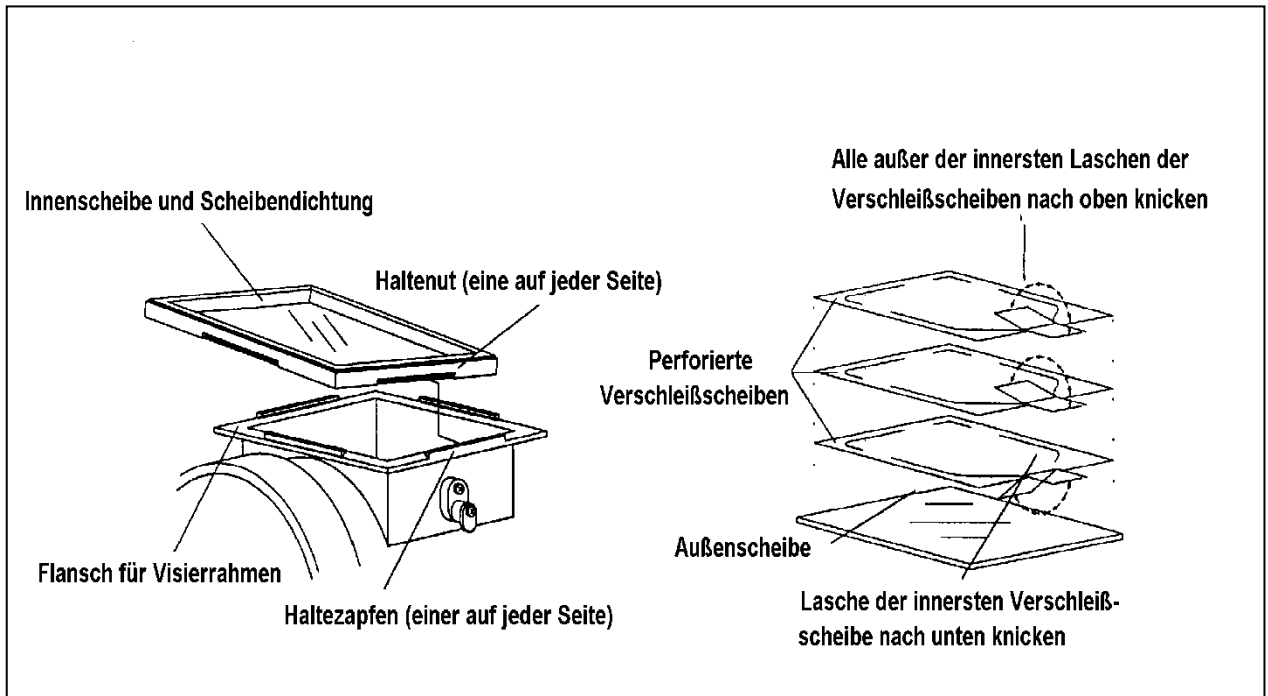

Figure 3 : Remplacement des feuillets détachables
| (3) Mettre en place une nouvelle visière intérieure. | <ul style="list-style-type: none">– Nettoyer le joint et mettre en place une nouvelle visière intérieure.– Poser le nouveau joint avec la nouvelle visière sur l'ouverture par l'extérieur.– Placer le joint avec la visière intérieure sur la bride et glisser l'une des rainures par dessus l'ergot correspondant. (voir figure 3).– Glisser les rainures restantes par dessus les ergots en procédant de l'extérieur et de l'intérieur. |
| (2) Plier les languettes des deux feuillets détachables supérieurs vers le haut et celle du feuillet détachable inférieur vers le bas (voir figure 3). |